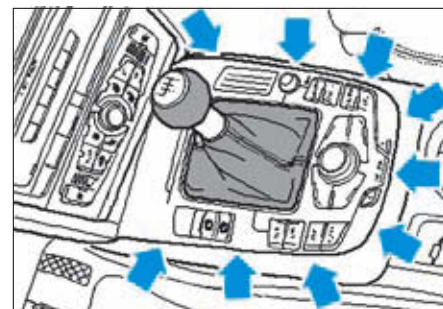

FIG. 1
- lors de la repose de la biellette de reprise de couple (1), la butée d'amortissement (2) doit alors reposer contre la traverse sans jeu ni contrainte.
- Dégrafer la garniture de console centrale (Fig.1)